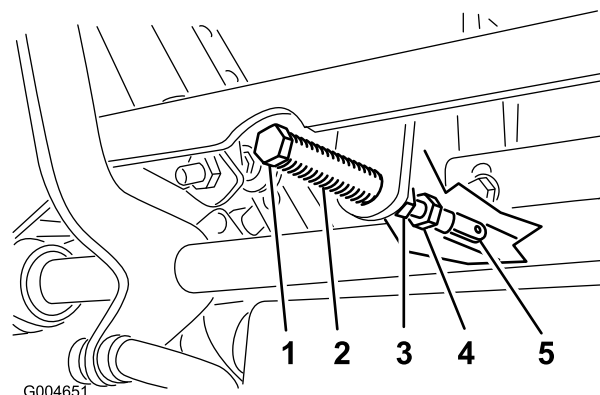

Figura 51
- Tire hacia atrás de la palanca hasta que el pasador (en el brazo situado encima del eje pivotante) entre en contacto con el extremo de la ranura (empezando justo a tensar el resorte) como se muestra en Figura 51.
7. Si es necesario un ajuste, afloje la tuerca y la contratuerca contra la horquilla (Figura 51).
8. Aplique una ligera presión hacia atrás en la palanca de control de movimiento, gire la cabeza del perno de ajuste en el sentido apropiado hasta que la palanca de control esté centrada en posición de BLOQUEO/PUNTO MUERTO (Figura 51).
9. Apriete la tuerca y la contratuerca (Figura 51).
10. Apriete las contratuerca de las articulaciones esféricas (Figura 51).